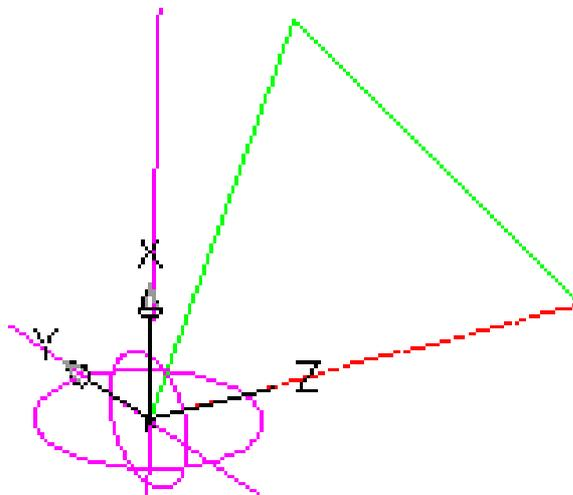

Рис.21.3
4. Аналогично (с помощью окружности диаметром 55) определяем крайние точки малой оси основания конуса (Рис.21.3):